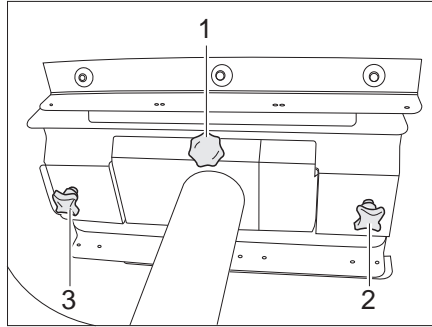

Fig. 99 Mesa fija (vista de abajo)
- Soltar los tornillos de fijación (Fig. 99,2 y 3).
- Desenroscar el tornillo de fijación (Fig. 99,1) completamente.
- Aflojar los tornillos moleteados (Fig. 99,2 y 3).